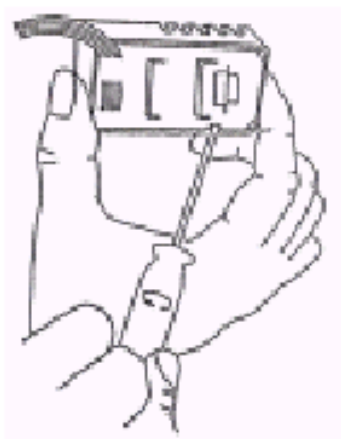

Рис. 1
2. Откройте крышку датчика с помощью отвертки (см. рис.1 и 2).